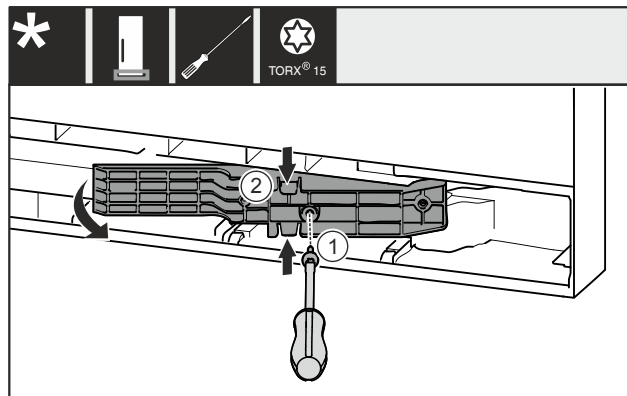

Fig. 13 *
- ▶ Wyciągnąć śrubę Fig. 13 (1).*
- ▶ Ścisnąć lekko element adaptera Fig. 13 (2) u góry i na dole i wyciągnąć do przodu.*